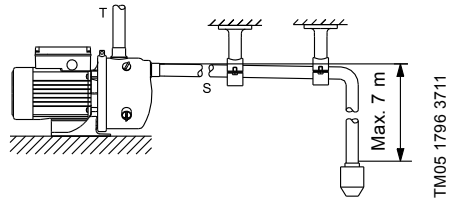

Abb. 2 Rohrleitungsanschluss
Die Druckleitung an den Druckstutzen der Pumpe (T) und die Saugleitung an den Saugstutzen (S) anschließen. Siehe Abb. 2. Die Saughöhe darf maximal 7 m betragen.